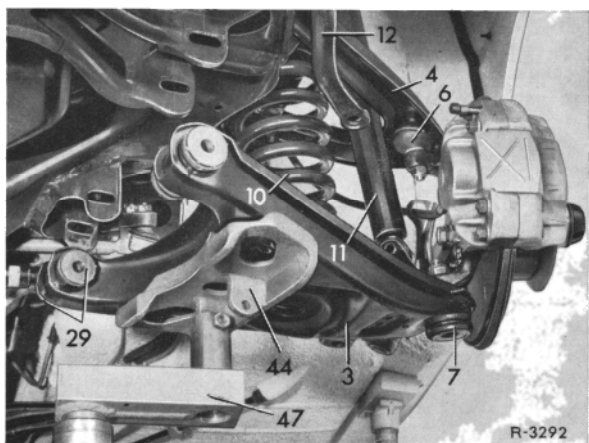

Bild 3
4 Unteren Querlenker mit Grubenlift, aufgesetztem Winkel-Zwischenstück (47) und Aufsatz (44) abstützen. Exzenterbolzen (30) herauschlagen und Lift vorsichtig ablassen (Bild 3).
Anm.: Der Aufsatz (44) besitzt zwei Abstützpunkte für den Aufnahmebolzen. Bild 3 zeigt die Verwendung der Vorrichtung auf der linken Wagenseite, für die rechte Seite ist der Aufnahmebolzen umzu- stecken.
8 Unteren Querlenker mit dem Grubenlift vorsichtig anheben, dabei darauf achten, daß die Gummilager (29) nicht durch die Augen am Vorderachsträger beschädigt werden (Bild 3).